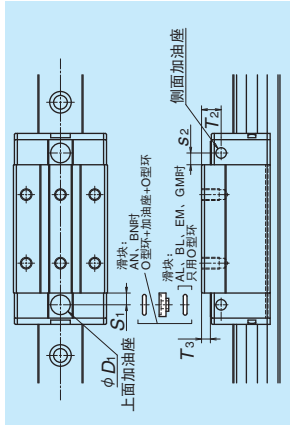

图 13 侧面、上面加油孔位置
- RA 系列可在端盖的上面设置加油孔。安装位置如图 13、表 9、表 10 所示。